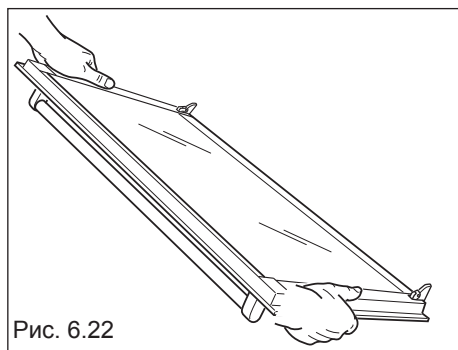

Рис. 6.22
1. Возьмитесь за дверцу, как показано на Рис. 6.22.